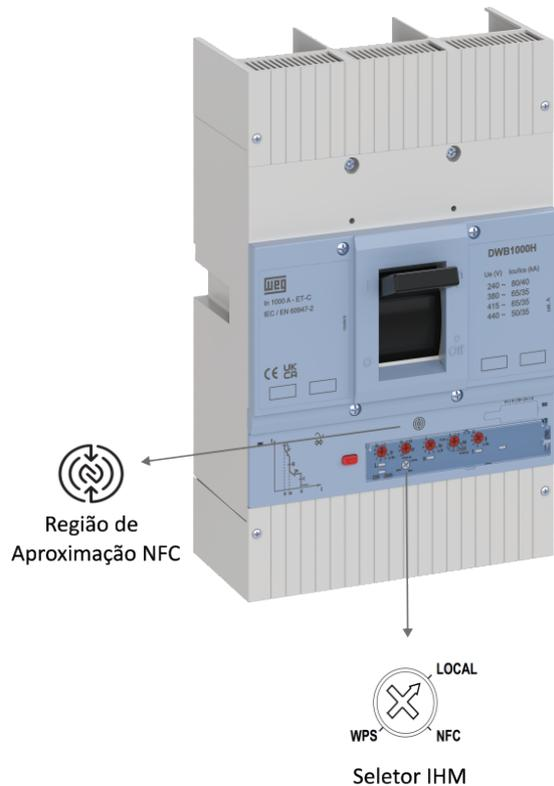

Figura 2.5: Dial de seleção da origem dos parâmetros (deve estar em NFC para uso via celular)
- Aproxime o celular à área frontal designada da tampa do disjuntor (ver Figura 2.5), mantendo distância inferior a 2 cm.